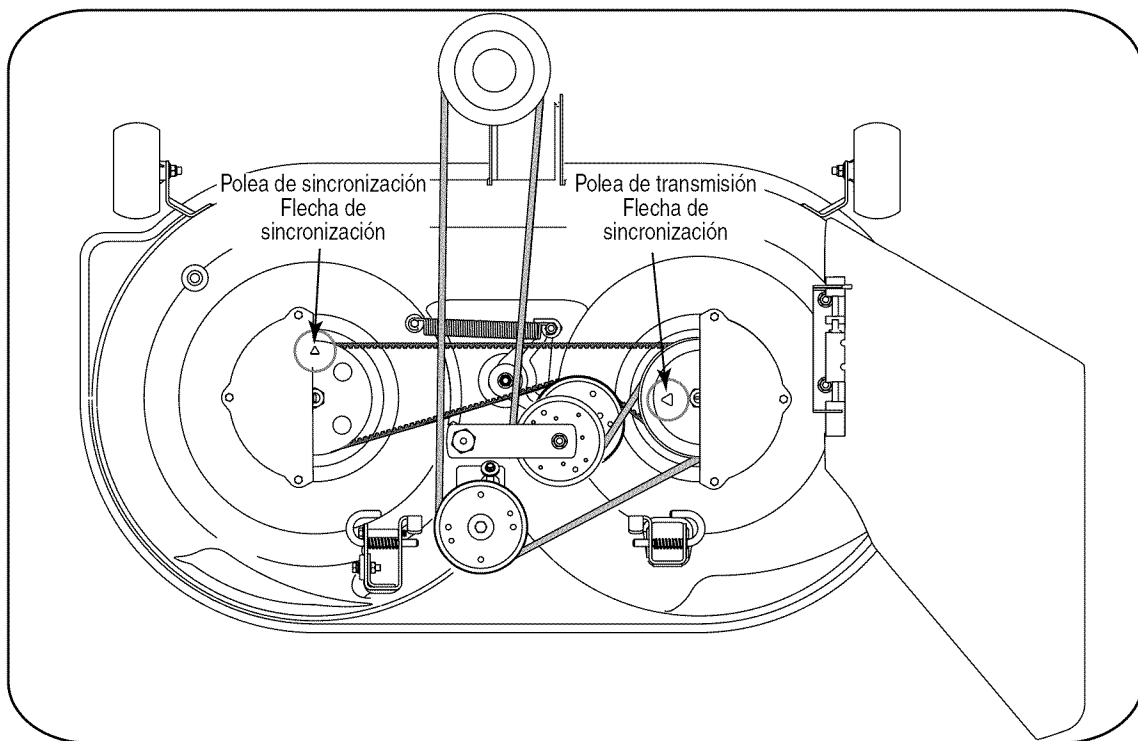
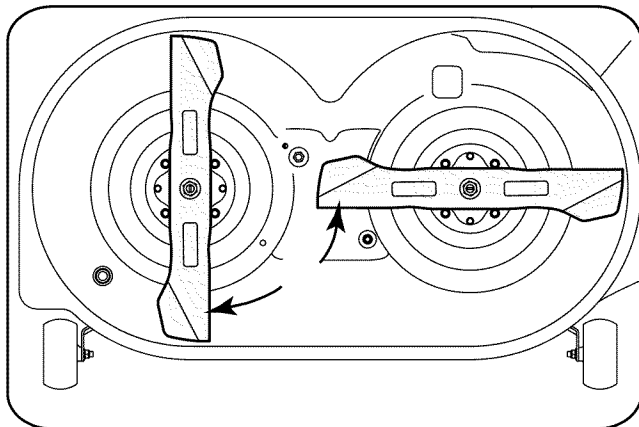

Figura 7-5
Figura 7-6
- Tenga en cuenta las flechas que están en la parte superior de la polea de sincronización del husillo izquierdo y en la polea de transmisión del conjunto del husillo que está a la derecha. Estas flechas de sincronización **DEBEN** ubicarse a 90° una de otra como se indica en la Figura 7-5.
- Rote el conjunto del husillo que está a la derecha para posicionar la flecha de sincronización de la polea de transmisión como se indica en la Figura 7-5. Luego, sin mover la polea de transmisión derecha, ajuste la correa de transmisión contra la polea de sincronización derecha, por encima de la polea intermedia de la correa de sincronización y por encima de la polea de sincronización izquierda.
- Gire la polea de sincronización izquierda de manera que su flecha de sincronización quede a 90° de la flecha de sincronización del conjunto del husillo de la derecha. Vea la Figura 7-5.
- Luego de comprobar que el resorte esté enganchado al soporte intermedio y al tornillo, gire el soporte intermedio / polea intermedia de sincronización contra la tensión del resorte sólo la distancia suficiente para que pueda bajar la parte posterior de la correa de sincronización sobre la polea intermedia. Vea la Figura 7-5.
- Verifique nuevamente las flechas de sincronización de las dos poleas. Si se han desplazado de la posición de 90° al tensionar la correa de sincronización, gire la polea intermedia para aliviar la tensión de la correa y reubique las poleas. **Las flechas de sincronización se DEBEN posicionar a 90° una de otra como se indica en la Figura 7-5.**
- Si la correa de sincronización estaba instalada correctamente y las flechas de sincronización estaban ubicadas como se indica en la Figura 7-5, las cuchillas de corte deben estar en la posición que aparece en la Figura 7-6.